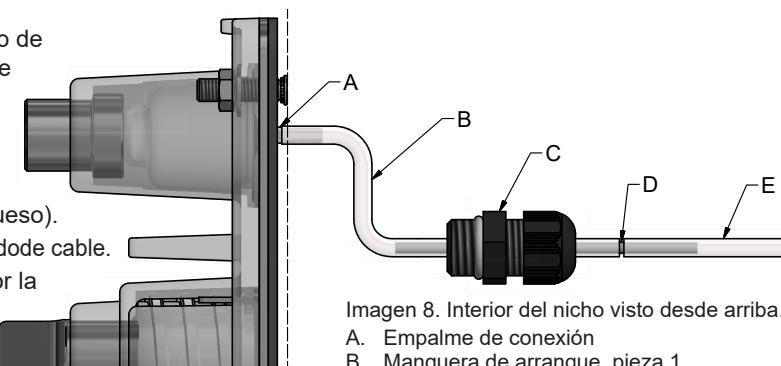

Imagen 8. Interior del nicho visto desde arriba.
- Corte un trozo de la manguera que se incluye para la pieza 1 de la manguera de arranque (B), la parte interior. Véase la imagen 8.